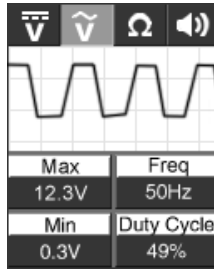

Bild 10
- Vakuum lösen und LCD Auslesungen beobachten (Bild 10).